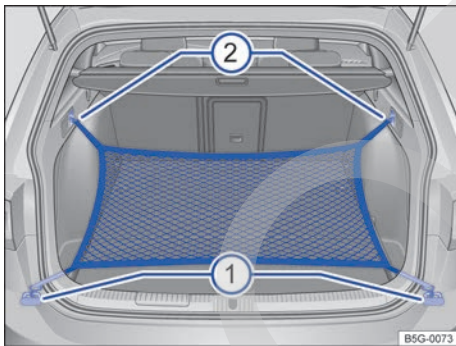

Fig. 173 En el maletero: argollas ① y ganchos ② para enganchar la bolsa de red.
- Fije los ganchos cortos de la bolsa en las argollas de amarre → fig. 173 ① → ⚠️. La cremallera de la bolsa tiene que quedar hacia arriba.
- Fije las cintas en los ganchos para colgar bolsas ②.